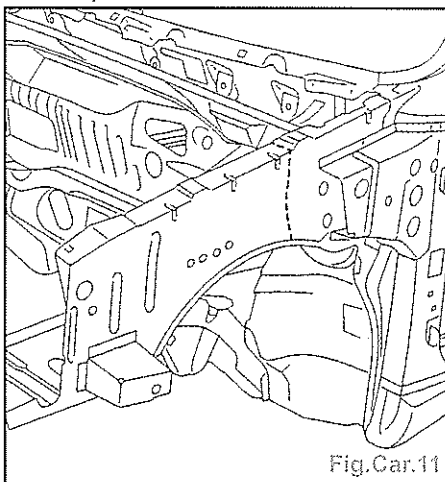

Fig.Car.11
- Poser la doublure d'aile AV partielle (Fig. Car.11).